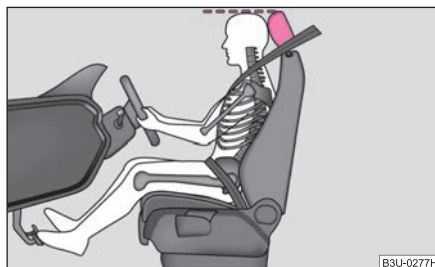

Fig. 156 Reglarea corectă a înălțimii tetierei
- Reglați tetierele astfel încât marginea superioară a tetierei să se afle la aceeași înălțime cu partea superioară a capului dvs. ⇒ fig. 156.
- Reglați tetierele astfel încât marginea superioară a tetierei să se afle la aceeași înălțime cu partea superioară a capului dvs. ⇒ pagina 151, fig. 156.